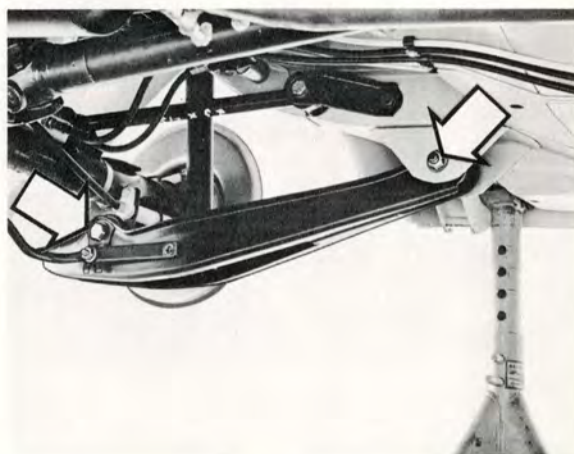

Bild 7-10.
3. Demontera fjäderns nedre fästmutter (2), sänk domkraften och ta bort fjädern.
4. Demontera främre och bakre fästbultarna för bärarmen och ta ner denna (bild 7-10).
15. Montera bärarmen, först i framkant och därefter i bakre fästet samtidigt med krängningshämmarfästet (bild 7-10). Dra ej åt för gott.